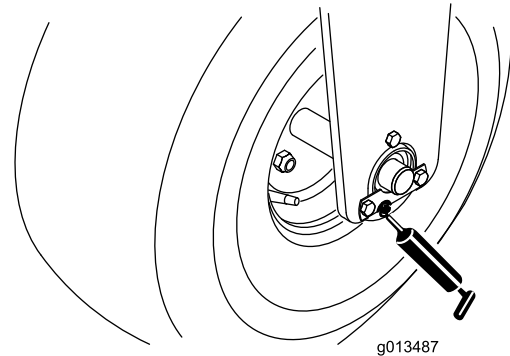

Figura 14
- Rolamento da roda dianteira (2) (Figura 14)